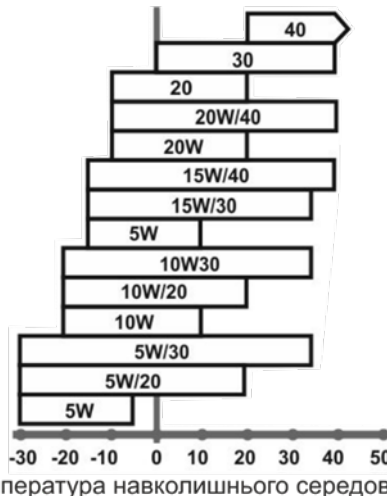

Рисунок 5. Залежність густини мастила від температури сезону.
2. Для нормальної роботи двигуна використовувати чисте мастило відповідної марки та густини залежно від температури довкілля (рис. 5).